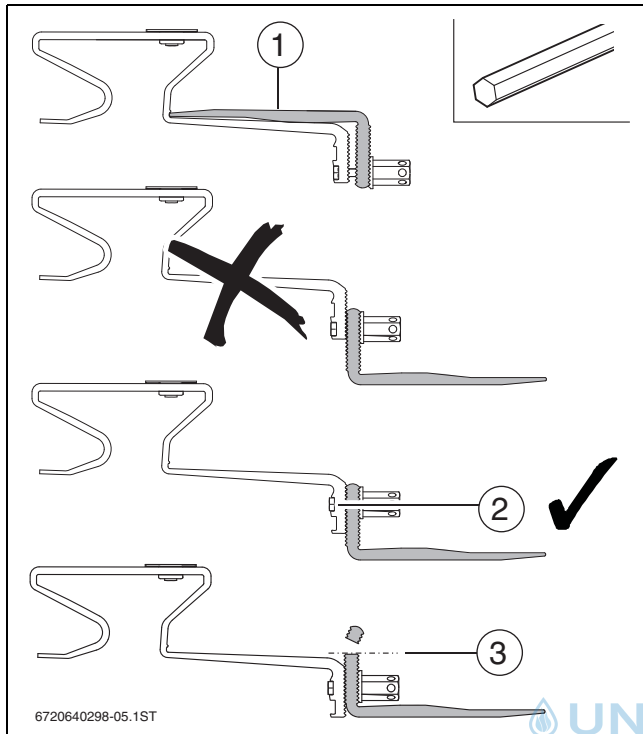

Bild 26
- ▶ Wenn die Dachziegel- und Dachlattenstärke zusammen 70 mm übersteigt, Dachhaken als Sparrenanker (→ Bild 26) verwenden.